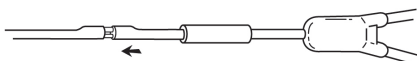

Fig. 5
5. Far scivolare la cannula metallica corta e quella lunga nei lumi del catetere finché l'estremità del catetere sostitutivo si trovi a circa 3 mm dall'estremità del catetere. (Fig. 5)